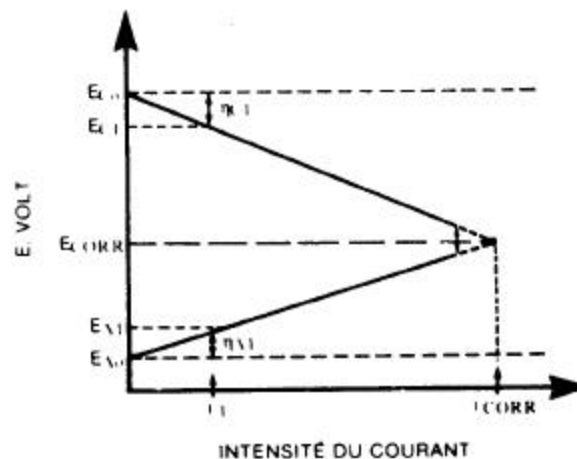

Fig. 2.102 - Évolution du potentiel de l'anode et de la cathode en fonction du courant de corrosion.
- Dès qu'un **courant circule**, le potentiel de la **cathode devient plus négatif** (elle reçoit des  $e^-$  de l'anode) et le potentiel de **l'anode devient plus positif**. On appelle **courbes de polarisation**, les courbes qui donnent  $E_C$  ou  $E_A$  en fonction de  $i$  (Fig 2.102).